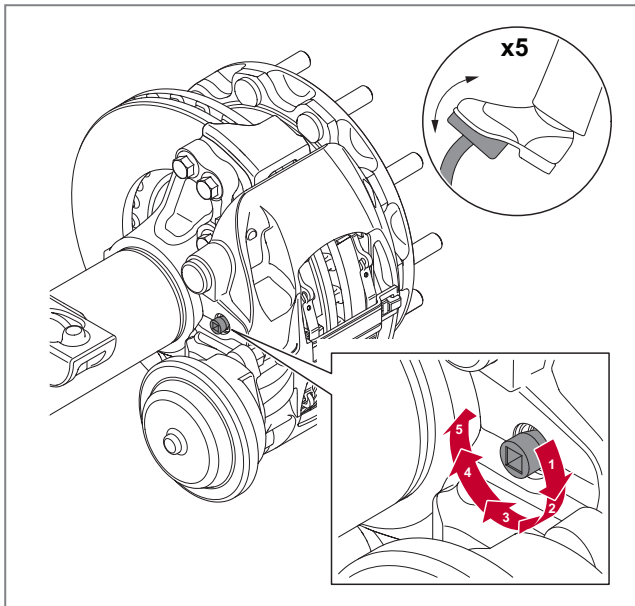

Abb. 9 - Bremsen betätigen
5. Betätigen Sie die Bremsen fünfmal, indem Sie das Bremspedal des Fahrzeugs vollständig herunterdrücken und wieder lösen, *siehe* ► *Abb. 9*. Ist kein Bremszylinder angebracht, betätigen Sie den Bremszylinderhebel manuell mit einem geeigneten Werkzeug.